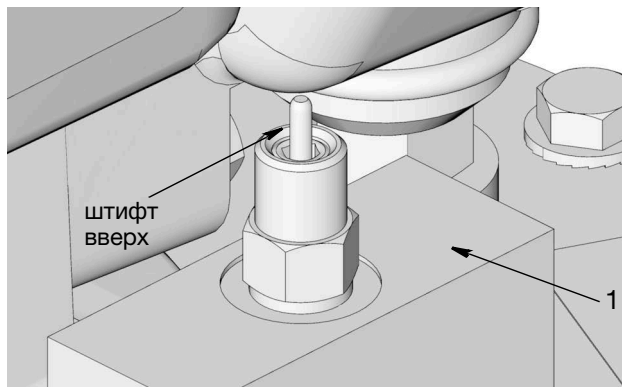

Рис. 18
- Включите насос станции дистанционного заполнения (К) и заполните резервуар (F) так, чтобы указательный штифт на клапане защиты от переполнения (1) выдвинулся вверх (см. Рис. 18); В насосе заполнения (К) развивается давление, и в результате насос останавливается.